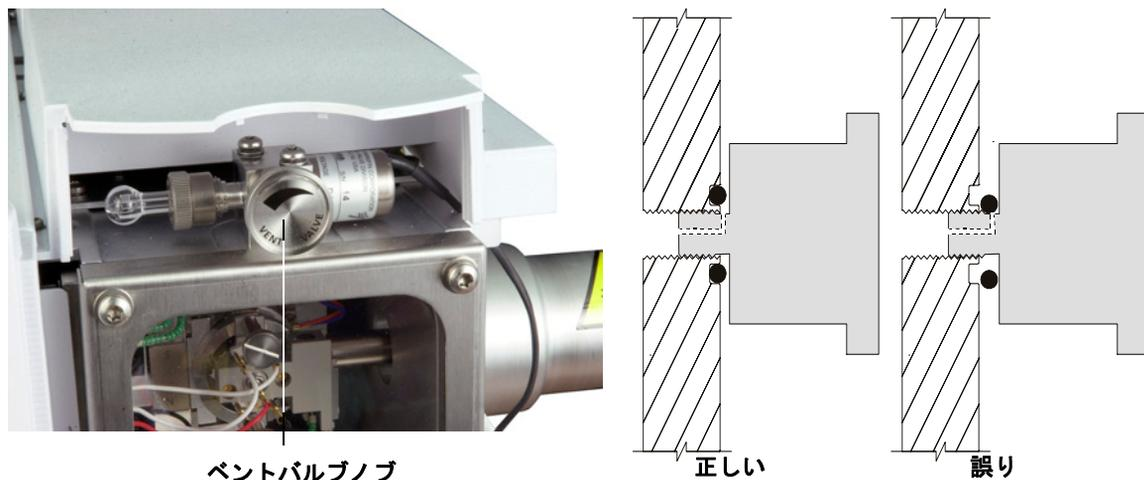

図 13 MSD を通気する
- 6 ベントバルブノブ (図 13) を 3/4 回転だけ、あるいは空気が分析器部分に流入するシューという音が聞こえるまで、反時計回りに回してください。